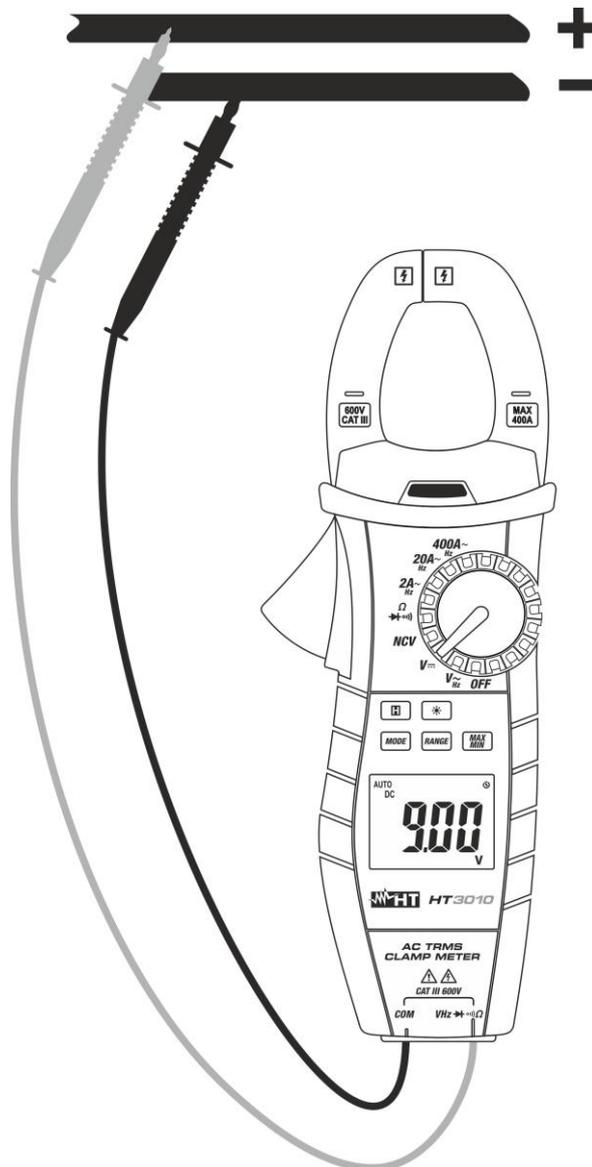

Fig. 3 : Utilisation de l'instrument pour mesure de Tension CC
3. Positionner les embouts sur les points désirés du circuit sous test (voir Fig. 3). La valeur de tension apparaît à l'écran.
5. L'affichage du symbole « - » sur l'écran de l'instrument indique que la tension a une direction opposée par rapport à la connexion de Fig. 3